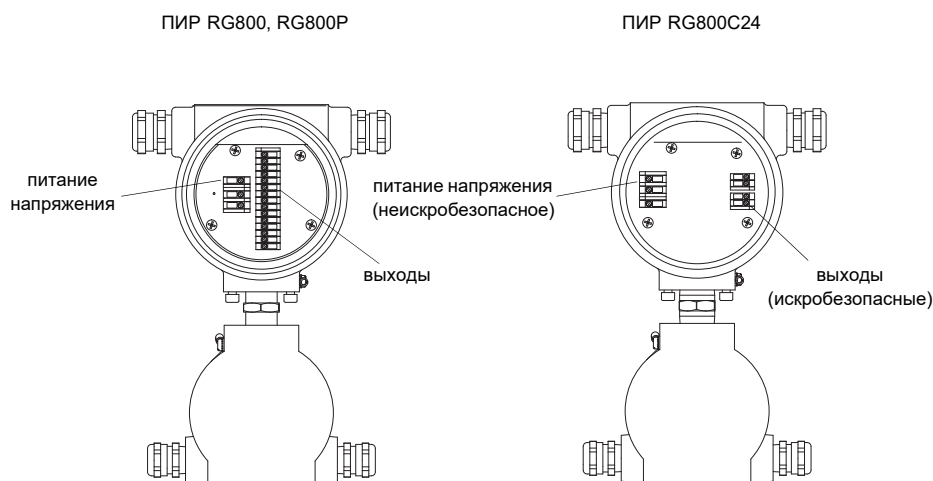

Рис. 6.8: Клеммы для подключения напряжения питания и выходов
- Подключите жилы к клеммам преобразователя в соответствии с напряжением, указанным на фабричной табличке под клеммной колодкой KL1 (смотри Рис. 6.8 и Таб. 6.4).
- Подключите жилы выходного кабеля к клеммам преобразователя (смотри Рис. 6.8 и Таб. 6.5).